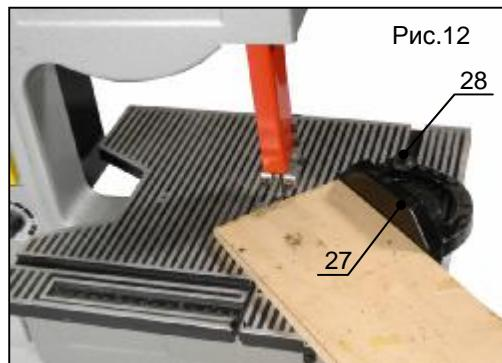

Рис.12
1. Поместите угловую направляющую (поз.27, рис.12) в желоб, сделанный на рабочем столе.
2. Ослабьте винт (поз.28, рис.12) и установите требуемый угол реза. Для удобства установки имеется измерительная шкала.
3. Затяните фиксирующий винт (поз.28, рис.12).